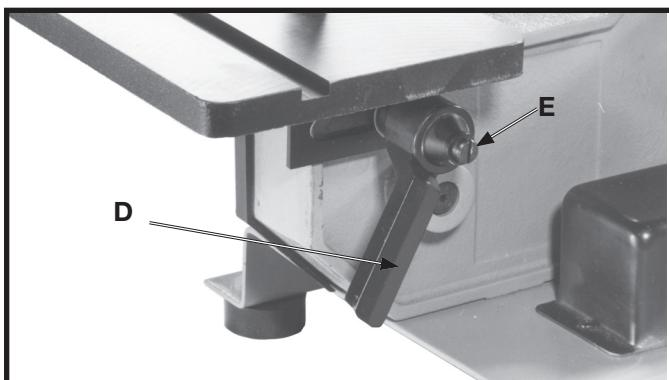

Fig. 18
- Ensamble la agarradera (D) Fig. 18 al gorrón de cierre y afíancela con el tornillo (E) y el resorte.
- AVISO:** La agarradera de cierre (D) Fig. 18 está accionada por resorte y puede ser colocada en distintas maneras tomando la agarradera y colocándola sobre el gorrón dentado localizado debajo de la agarradera.